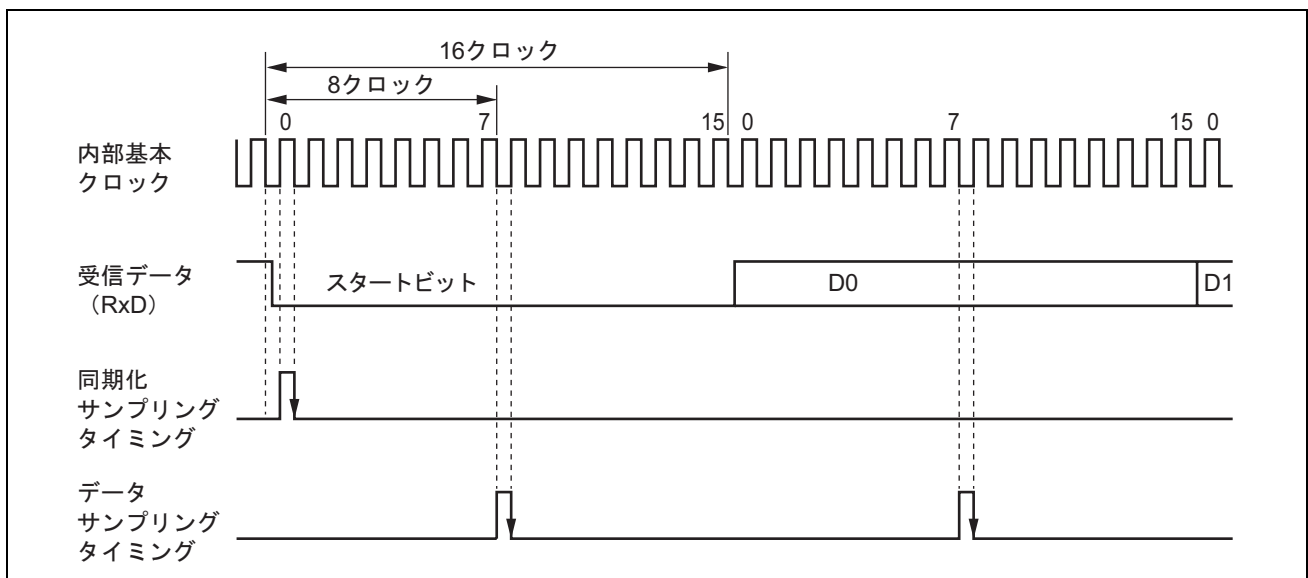

図 17.6 調歩同期式モードの受信データサンプリングタイミング
調歩同期式モードでは、SCI はビットレートの 16 倍*の周波数の基本クロックで動作します。受信時はスタートビットの立ち下がり基本クロックでサンプリングして内部を同期化します。また、図 17.6 に示すように受信データを基本クロックの 8 ヶ目*の立ち上がりエッジでサンプリングすることで、各ビットの中央でデータを取り込みます。したがって、調歩同期式モードでの受信マージンは式 (1) のように表わすことができます。